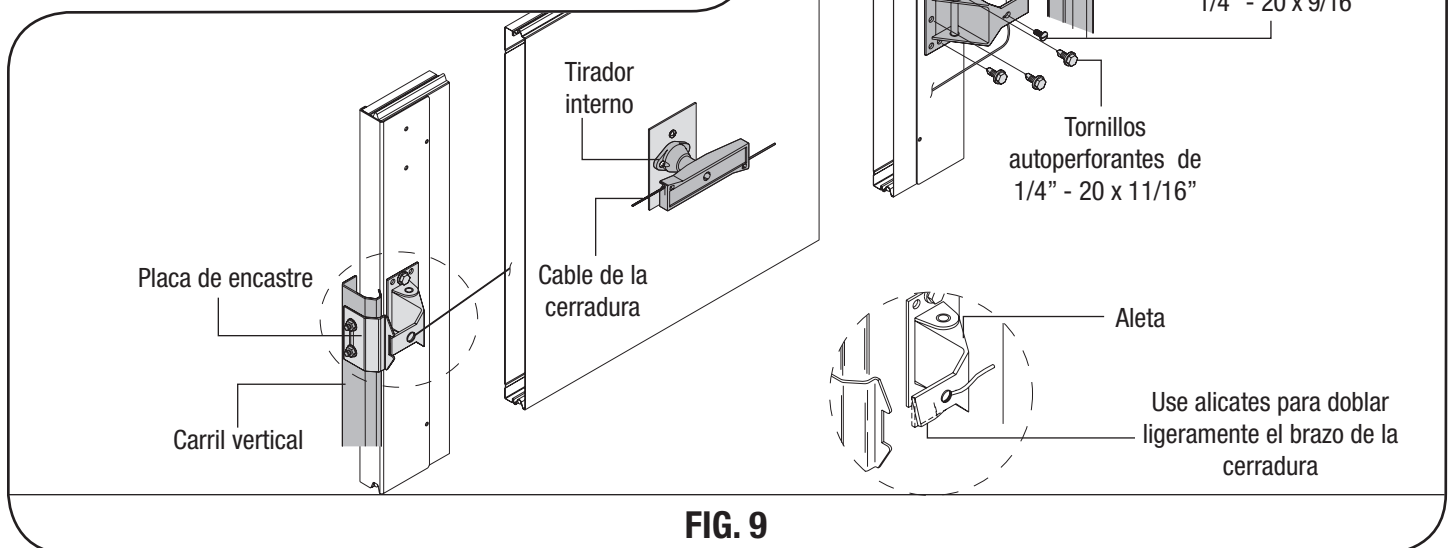

FIG. 9
Feed one end of the lock cable through the slotted hole of an Autolatch flipper and secure with (1) 1/4" - 20 x 9/16" track bolt. Pull the cable taut, but not enough to lift the flipper out of the striker plate. While holding taut, feed the lock cable through the slotted hole of the remaining Autolatch flipper, secure with (1) 1/4" - 20 x 9/16" track bolt and flanged hex nut, (SEE FIG. 9).
Ubique las placas de encastre del traba automático sobre los orificios previamente perforados del carril vertical más cercano al centro de la sección de la cerradura. Sujete las placas de encastre al carril vertical usando (2) tornillos de carril de 1/4" - 20 x 9/16" y tuercas hexagonales bridadas. Alinee las aletas del traba automático de modo tal que el brazo coincida con las placas de encastre. Coloque la aleta del traba automático de 1/8" desde el borde de la sección y asegúrela a la sección con (3) tornillos auto-perforantes de 1/4" - 20 x 11/16" (las puertas de madera usarán tirafondos de 1/4" - 14 x 1"). Doble el borde inferior de la aleta de traba automático alejándolo un poco de la puerta para que el funcionamiento sea más suave (VER FIG. 9).